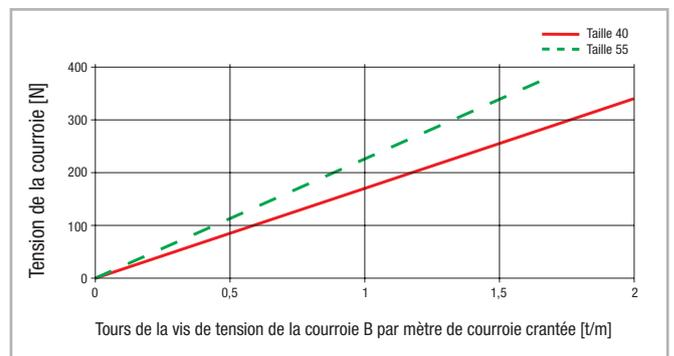

Fig. 87
- Les figures 87 et 88 indiquent la valeur de 0,5 tour permettant de tourner les vis de tension de la courroie B par mètre de courroie crantée et d'augmenter la tension de la courroie de 110 N.